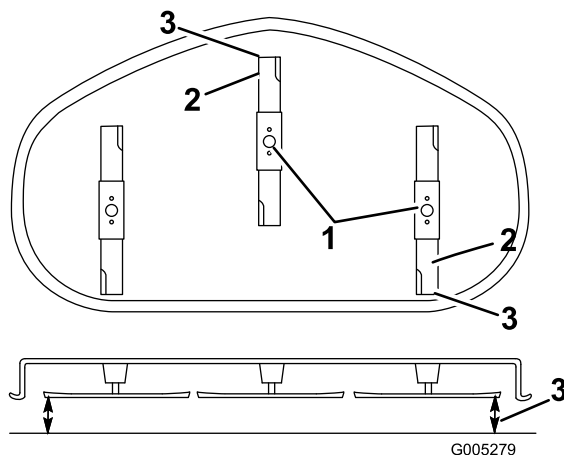

Figure 42
5. Réglez la hauteur de coupe à la position **D** (76 mm) et tournez les lames avec précaution dans le sens longitudinal (Figure 42).
- Mesurez la distance entre la pointe de la lame avant et la pointe de la lame arrière par rapport à la surface plane (Figure 42). Si la pointe avant de la lame n'est pas de 1,6 à 7,9 mm plus basse que la pointe arrière, réglez le contre-écrou avant.
réglage de l'écrou jusqu'à ce que la pointe avant de lame soit de 1,6 à 7,9 mm plus bas que la pointe arrière (Figure 42).